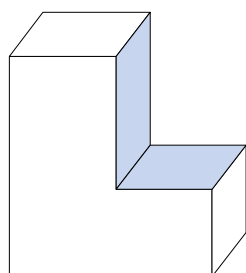

Afb. 8
- Breng eerst de hoek van de dakschuine met een isolatieplaat (zie versteksnedes) over op de snijdraad van de hoeksnijder. Plaats hiervoor de afgesneden isolatieplaat (versteksnede) op de steunen en leid de hoeksnijder naar de hoek. Gebruik de verstekhulp van de hoeksnijder om de hoek over te nemen (pos. 3, afb. 8). De hoek kan ook direct met de duimstok op de verstekhulp van de hoeksnijder (pos. 3, afb. 8) worden overgebracht.
- Vervolgens brengt u de hoek over op de snijddraad: schuif de hoeksnijder terug naar de uitgangspositie. Maak de schroef voor de hoekruiter (pos. 33, afb. 8) en de draadspanruiter (pos. 34., afb. 8) los, lijn de draad in de diagonalen zodanig uit dat deze parallel met de isolatieplaat en de verstekhulp loopt.
- Draai de schroef voor de hoekruiter (33) weer vast aan.
- Span de draad met de draadspanruiter (34), trek deze naar boven totdat de draad voldoende is gespannen en zet de ruiter weer vast.